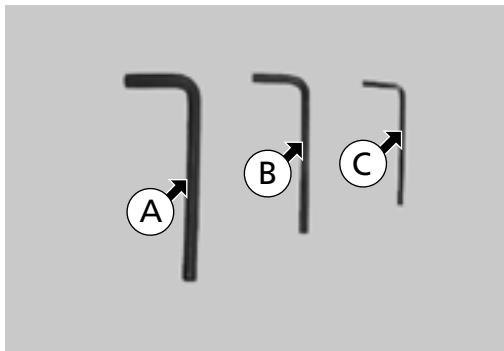

Abb. 32
Werkzeug (A), Inbusschlüssel 6 mm, verwenden (siehe Abb. 32).
Elemente auf Abb. 32
Den Inbusschlüssel 4 mm (B) (Abb. 32) verwenden.